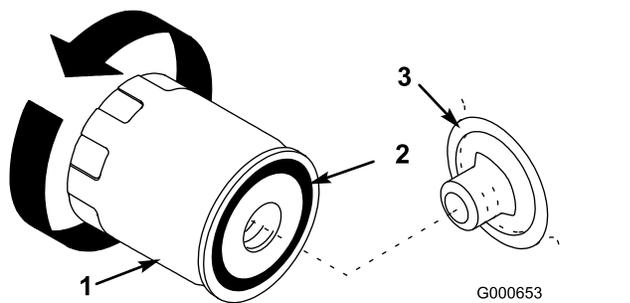

Рисунок 31
8. Снимите старый фильтр и протрите поверхность прокладки переходника фильтра (Рисунок 31).
11. Нанесите тонкий слой свежего масла на резиновую прокладку нового фильтра (Рисунок 31).
12. Установите новый масляный фильтр в переходник фильтра. Поверните масляный фильтр по часовой стрелке до контакта резиновой прокладки с переходником фильтра, после этого затяните фильтр, повернув его еще на пол-оборота (Рисунок 31).